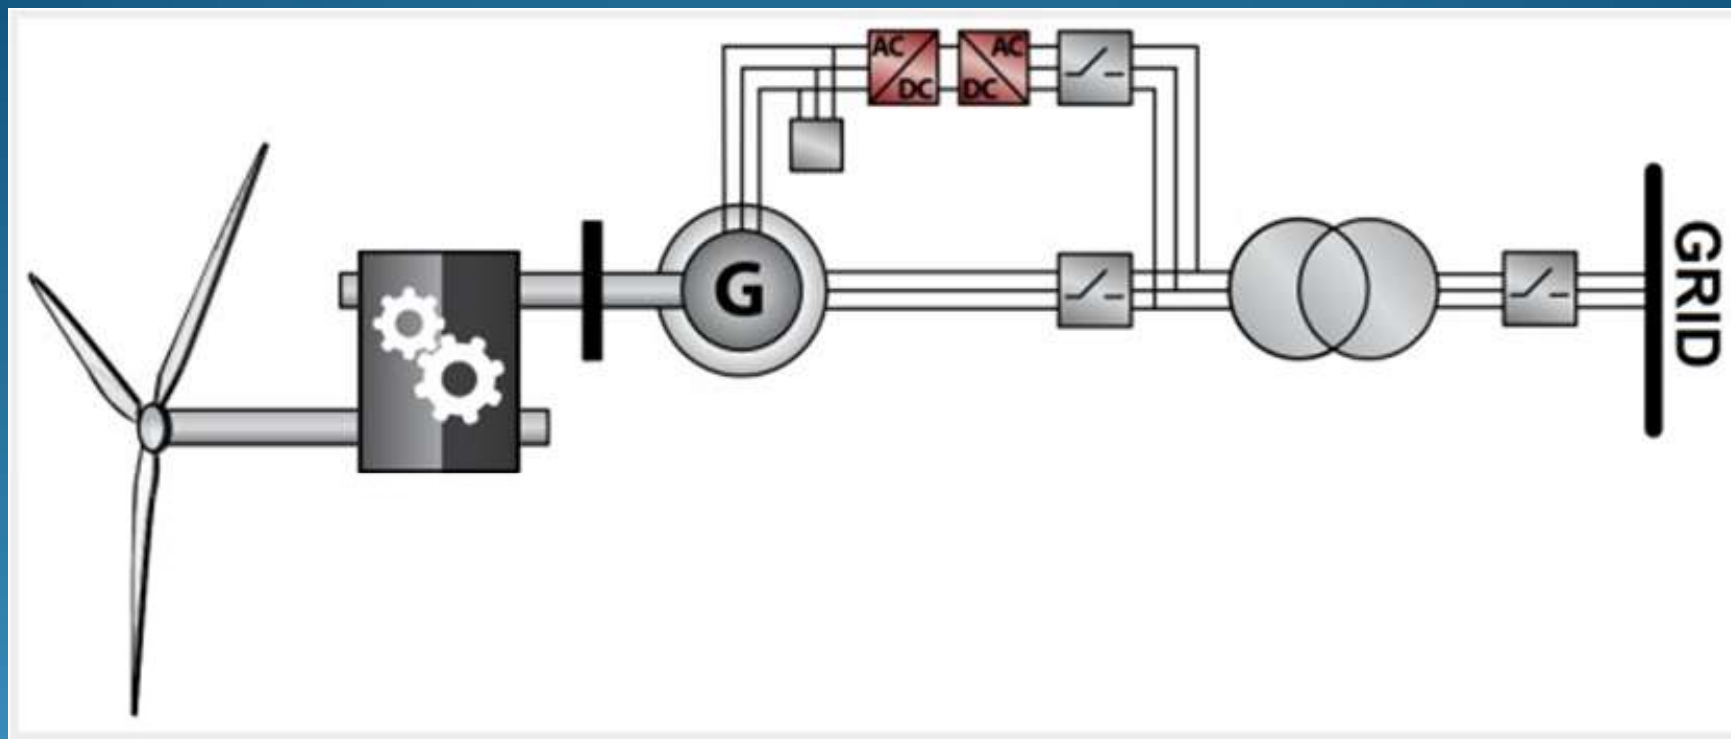

Figura 2 – Turbina Eólica – Gerador acionado pelo eixo da turbina via multiplicador de engrenagens
- b) Gerador acionado pelo eixo da turbina , com emprego de multiplicador (Figura 2)